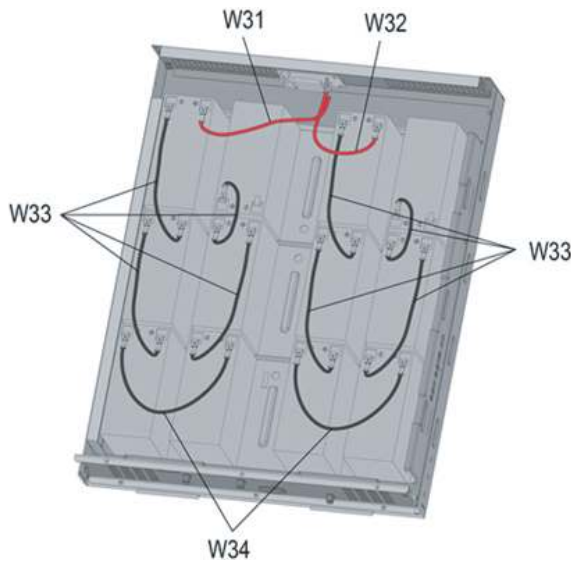

Рис. 2-8
(1) Установите акумулатор и подсоедините провод акумулятора (w31, w32, w33, w34) в соответствии с рис. 2-8.